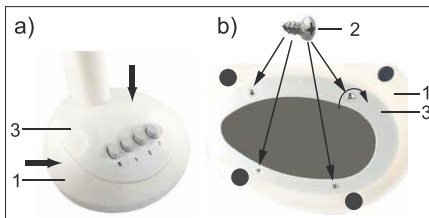
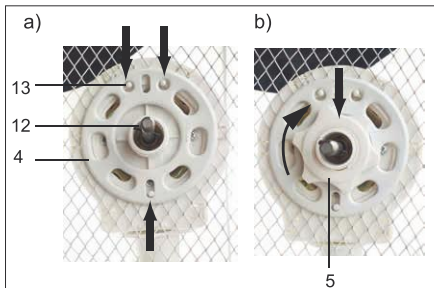

Fig.61: Montage basis
Fig.62: Montage achterste beschermrooster
1. Steek de sokkel (3) met het motorblok en de druktoetsen in de basis (1) om de ventilatorsnelheid in te stellen, afb. 61 a).
2. Draai het geheel om, zodat de onderzijde van de sokkel en de basis nu zichtbaar zijn, afb. 61 b).
3. Schroef de basis met de kruiskopschroeven (2) vast met de wijzers van de klok mee.
4. Schuif het achterste beschermrooster (4) op de as (12) en de centerpenen (13) van het motorblok. Zie afb. 62 a).
5. Schuif de zeskantmoer (5) op de as *vóór het achterste beschermrooster* en draai dit vast met de wijzers van de klok mee. Zie afb. 62 b).